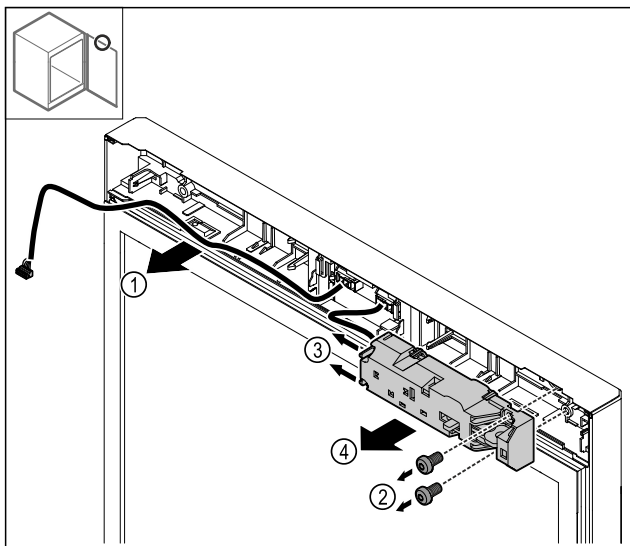

Fig. 23
- Vytáhněte kabel Fig. 23 (1).